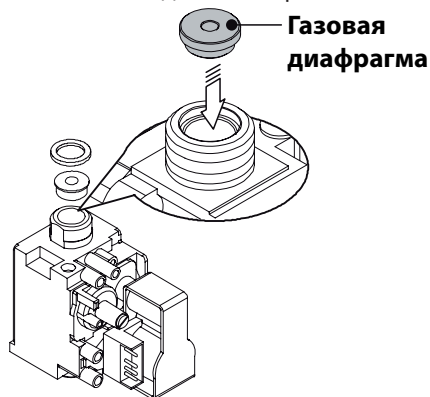

Рисунок 8.3
- Выполните операции по смене типа газа, заменяя соответствующим образом газовую диафрагму (Рисунок 8.3), в соответствии с указанием раздела "Технические данные" стр. 22.